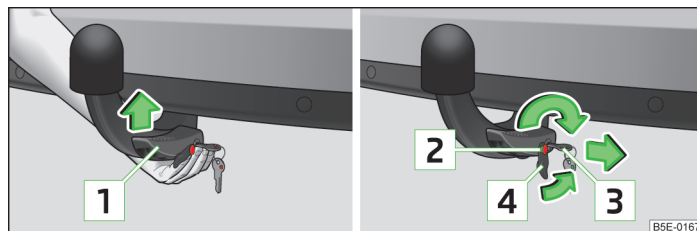

Fig. 101 Introducir la barra de cabeza esférica/bloquear el cierre y poner la tapa
- Agarrar la barra de cabeza esférica **desde abajo** » fig. 101 y encajar en la cavidad del alojamiento hasta que encastre de forma audible » **!**.
La palanca **1** » fig. 101 se gira **automáticamente** hacia arriba y el perno de desbloqueo **2** sale hacia afuera (su parte roja y verde es visible) » **!**.